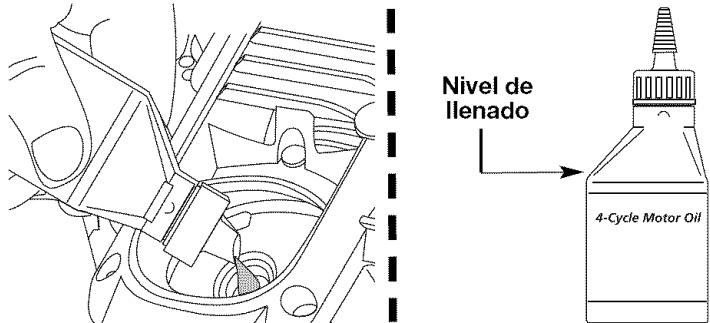

Fig. 23
6. Si el nivel está bajo, agregue una pequeña cantidad de aceite en el orificio de llenado de aceite y vuelva a medir (Fig. 23). Repita hasta que el nivel de aceite llegue hasta la parte superior de la varilla de medición.
NOTA: Use la botella y la boquilla que guardó del uso inicial para medir la cantidad correcta. El nivel de 90 ml (3,04 onzas) está aproximadamente en la parte superior de la etiqueta de la botella (Fig. 23). Mida el nivel con la varilla de medición. Si el nivel está bajo, agregue una pequeña cantidad de aceite y vuelva a medir (Fig. 23). No lo llene demasiado.